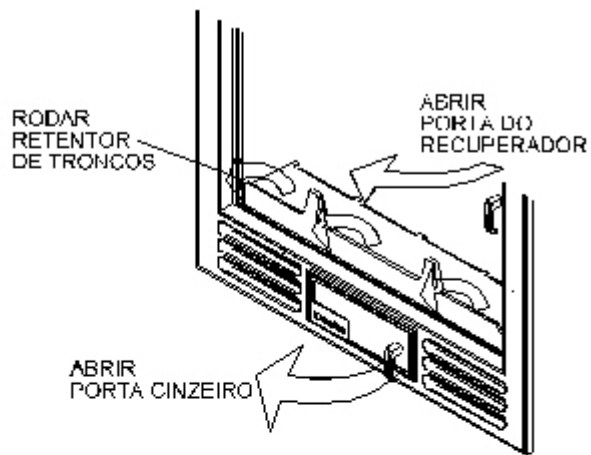

Fig. 15
- Abrir a porta do recuperador e do cinzeiro, girar o retentor de troncos. (Fig. 15)